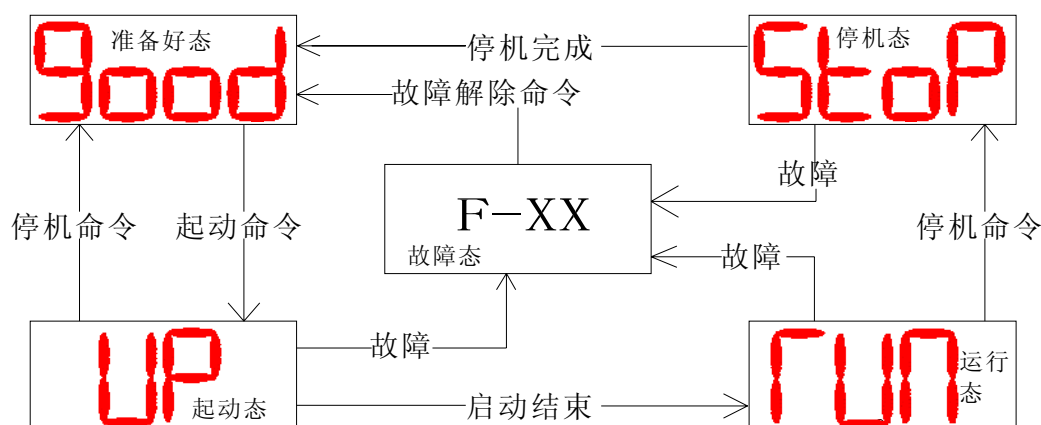

图 7 ACS3 状态转换图
2、ACS3 工作状态转换的控制方法的描述（见图 7 ACS3 状态转换图）。